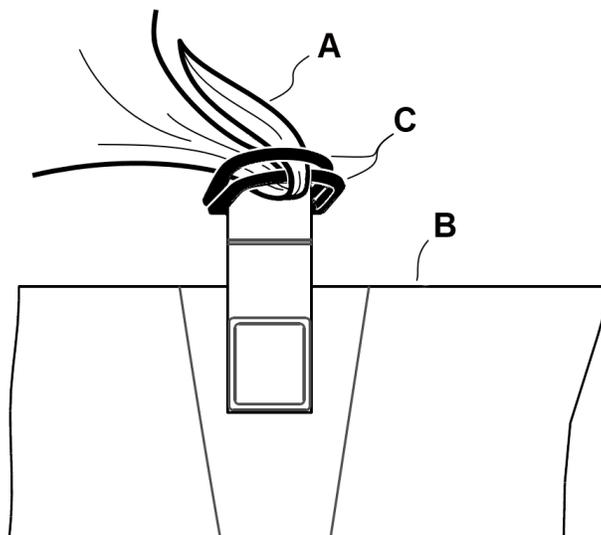

Figure 20 – Mise en place des draps
1. Répartir les anneaux en « D » (C) (Figure 20).
2. Pour fixer les draps (A) à la surface de support (B), faire passer les quatre coins du drap dans les anneaux en D (C) fixés à la housse inférieure.